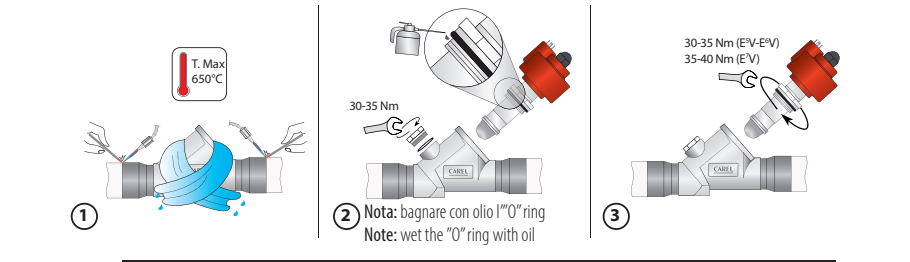

Fig. 2
Le valvole ESV, E6V, E7V devono essere saldate al circuito mediante brasatura dei raccordi in rame ai tubi di uscita condensatore (IN) e di ingresso evaporatore (OUT). Seguire la successione indicata in Fig. 2 procedendo in questo modo:
The ESV, E6V, E7V valves must be joined to the circuit by braze welding the copper fittings to the condenser outlet (IN) and evaporator inlet pipes (OUT). Proceed as indicated in Fig. 2.